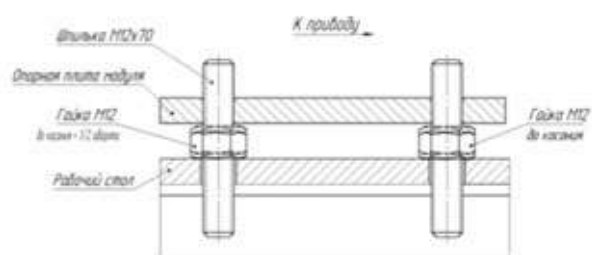

Рис. 2
4.3.6. Расположив опорную плиту модуля параллельно рабочему столу, завести приводной вал модуля в полый вал мотор-редуктора привода до совмещения резьбовых отверстий опорной плиты с установленными в рабочем столе шпильками (рис. 2).